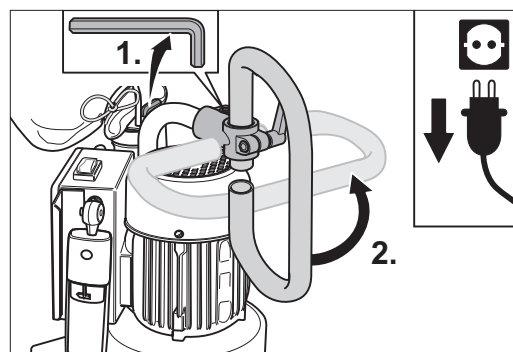

Abb. 18: Die Schraube am Winkelklemmverbinder lösen und diesen um 90° verdrehen.
- 3 Lösen Sie mit dem mitgelieferten Innensechskantschlüssel die Schraube an dem Winkelklemmverbinder des Rohrbogens und verdrehen Sie den Winkelklemmverbinder um 90° (Abb. 18).